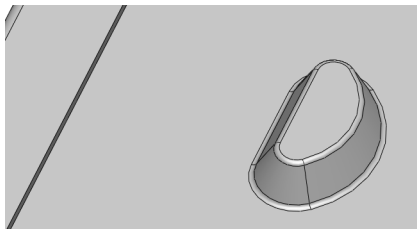

图 13-90 创建圆角特征
(21) 单击【圆角】按钮，弹出【圆角】属性管理器，选择合适边线，设置【半径】为 1.5，单击【确定】按钮，即可创建圆角特征，如图 13-90 所示。